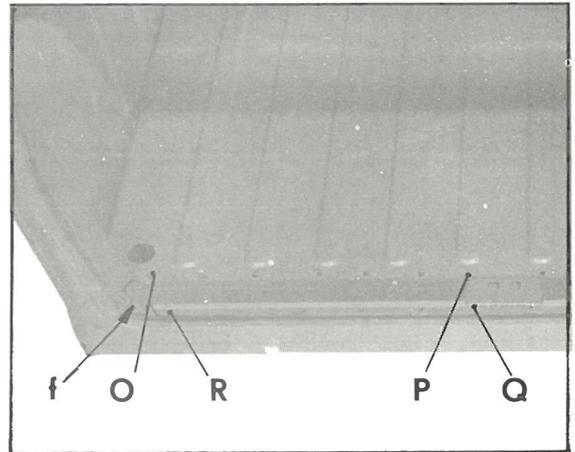

Fig. 5
- en* G₁ H₁ (fig. 5)
- en OP* (fig. 5)
- en QR* (fig. 5)
- en f* (fig. 5)